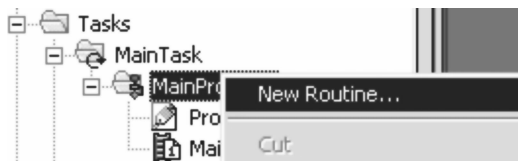

图 14-2 新建例程菜单
4. 右键单击“主程序”（MainProgram），然后选择“新建例程”（New Routine），如图 14-2 所示。